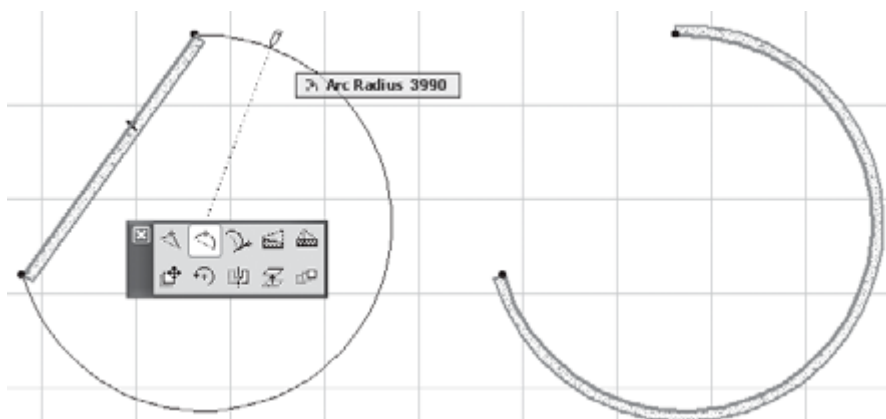

Рис. 5.15. Скругление сегмента стены
**Curve edge (Скругление сегмента).** С помощью этой операции можно превратить прямолинейный сегмент стены в дугообразный. Дуга строится по трем точкам, двумя из которых являются конечные точки стены (сегмента). После выбора операции необходимо указать третью точку дуги (рис. 5.15).